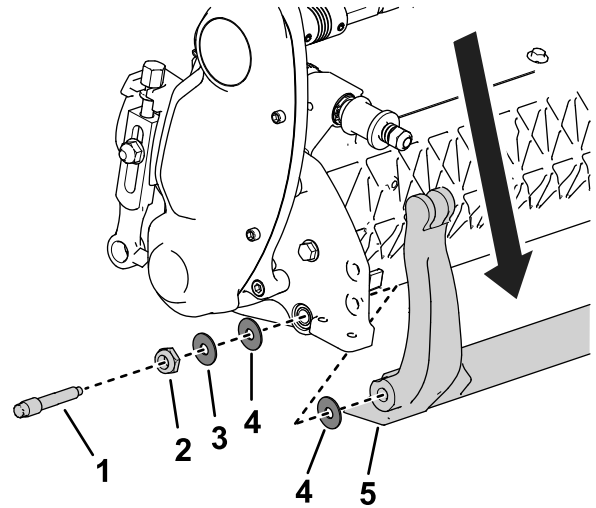

Bild 20
3. Lösen Sie auf jeder Seite der Maschine die Sicherungsmutter, die in Bild 20 dargestellt ist.
4. Nehmen Sie jede Schraube des Untermesserträgers ab, damit der Untermesserträger nach unten gezogen und von der Schneideinheit entfernt werden kann (Bild 20).
Hinweis: Bewahren Sie die zwei Nylonscheiben und die Stahlscheibe an jedem Ende des Untermesserträgers auf (Bild 20).
3. Legen Sie eine Nygonscheibe auf jede Seite des Seitenplattenansatzes. Legen Sie eine Stahlscheibe außen auf jede Nygonscheibe (Bild 20).